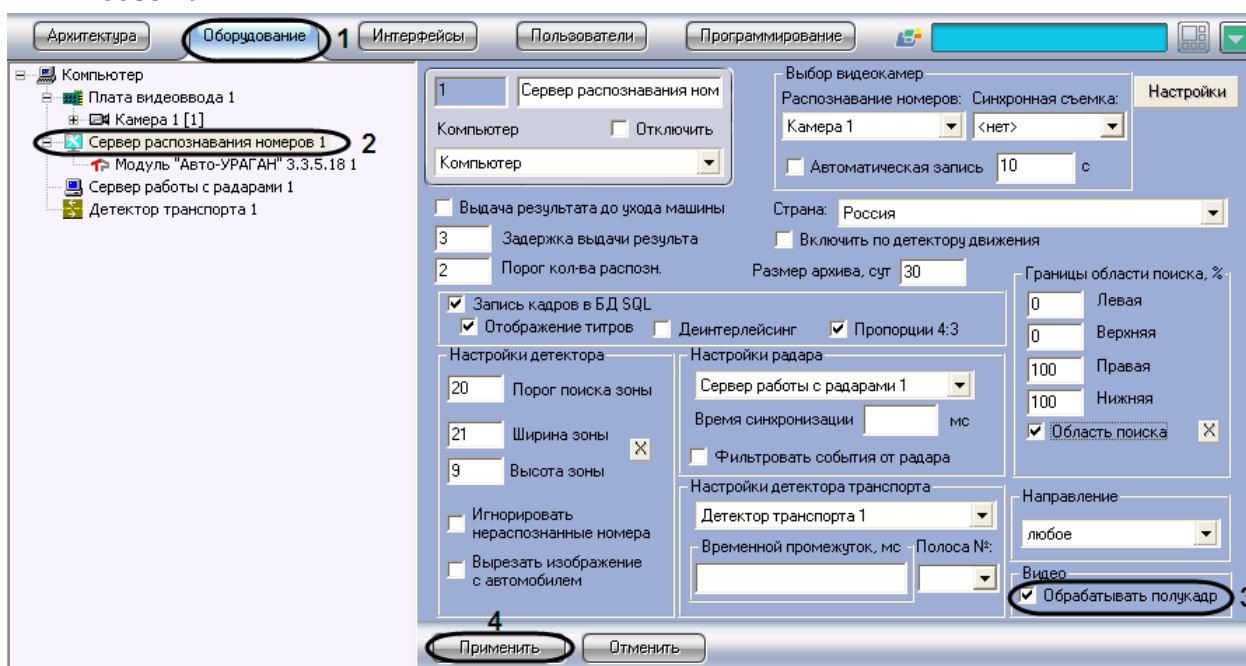

Рис. 7.2—28. Настройка обработки кадров
1. В диалоговом окне «Настройка системы» перейти на вкладку «Оборудование» (см. Рис. 7.2—28, 1).
2. В дереве объектов на вкладке «Оборудование» выбрать объект «Сервер распознавания номеров», соответствующий активированному программному модулю «Авто-УРАГАН 3.3.5.18», «CARMEN-паркинг», «CARMEN-Авто» или «ACCR» (см. раздел «Активация программного модуля, используемого для распознавания номеров», Рис. 7.2—28, 2). В правой части вкладки «Оборудование» отобразится панель настройки выбранного объекта.
3. Снять (установить) флажок «Обрабатывать полукадр» в группе «Видео» (см. Рис. 7.2—28, 3).
4. Нажать кнопку «Применить» (см. Рис. 7.2—28, 4).